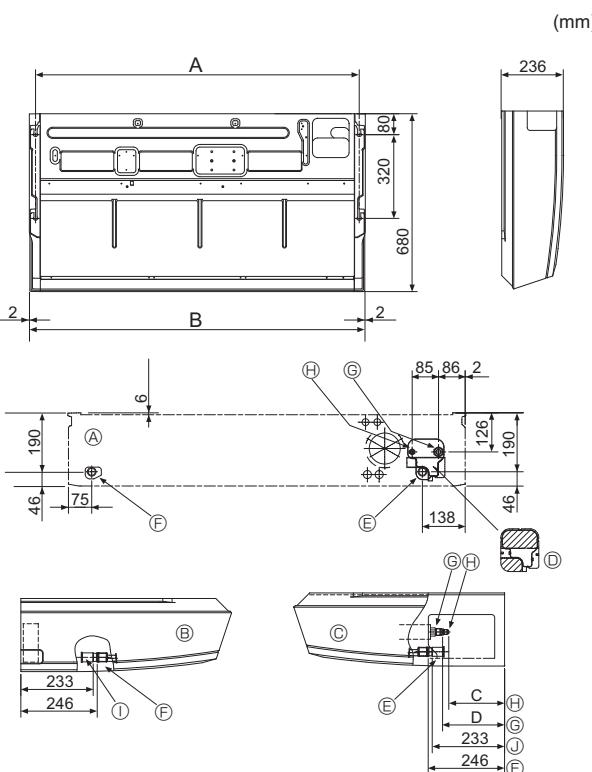

Fig. 3-2
①	Arandelas	4
②	Tapón de tubería	1 Tamaño grande (para la tubería del gas)
③	Tapón de tubería	1 Tamaño pequeño (para la tubería del líquido)
④	Bandas	4
⑤	Adaptador de junta	1 marcado "UNIT"
⑥	Tapón para el adaptador	1
⑦	Tapón para la tubería de drenaje	1
⑧	Tuerca abocardada	1 ø6,35 (Sólo RP60)
3.2. Preparación para la instalación (Fig. 3-2)